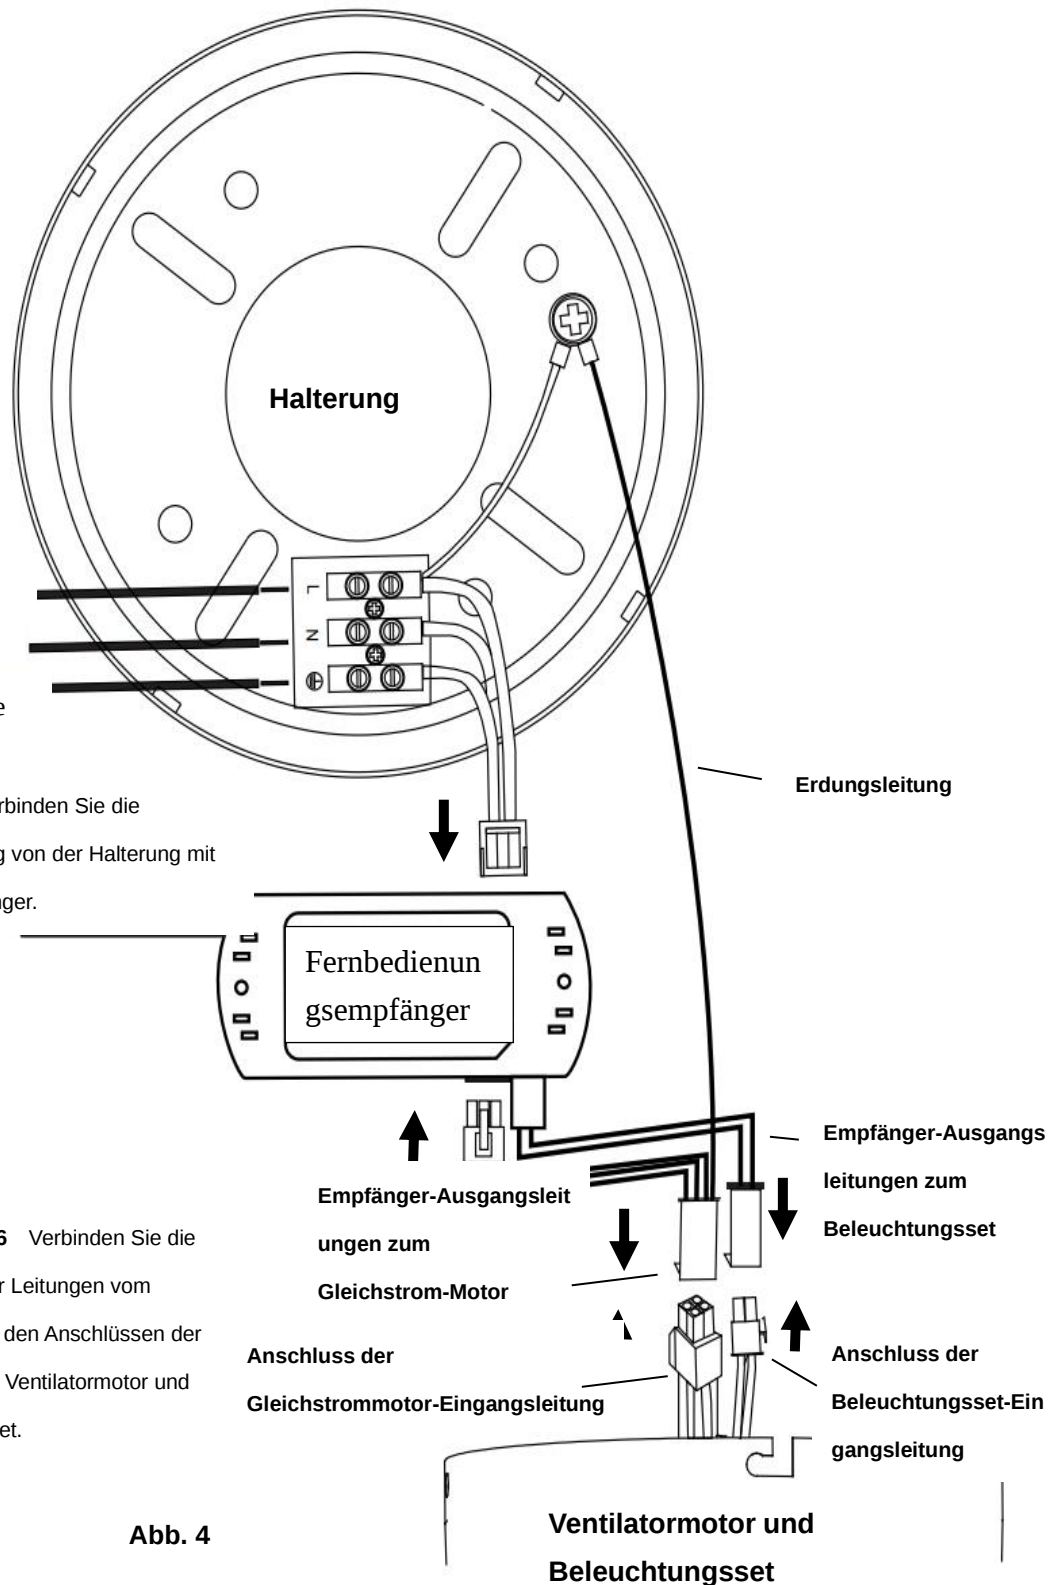

Abb. 4
Von der Netzversorgung zur Klemmleiste an der Montagehalterung: (Abb. 4)
Von der Montagehalterung zum Empfänger und Motor: (Abb. 4)
2. Schließen Sie die Ausgangsleitungen des Gleichstrom-Fernbedienungsempfängers (von der Halterung mit Erdungsleitung) an den Ausgang des Gleichstrom-Fernbedienungsempfängers an (Abb. 4).
Schließen Sie die Ausgangsleitungen des Gleichstrom-Fernbedienungsempfängers mit Erdungsleitung (von der Halterung mit Erdungsleitung) an den Eingang des Ventilatormotors an (**Abb. 4**).